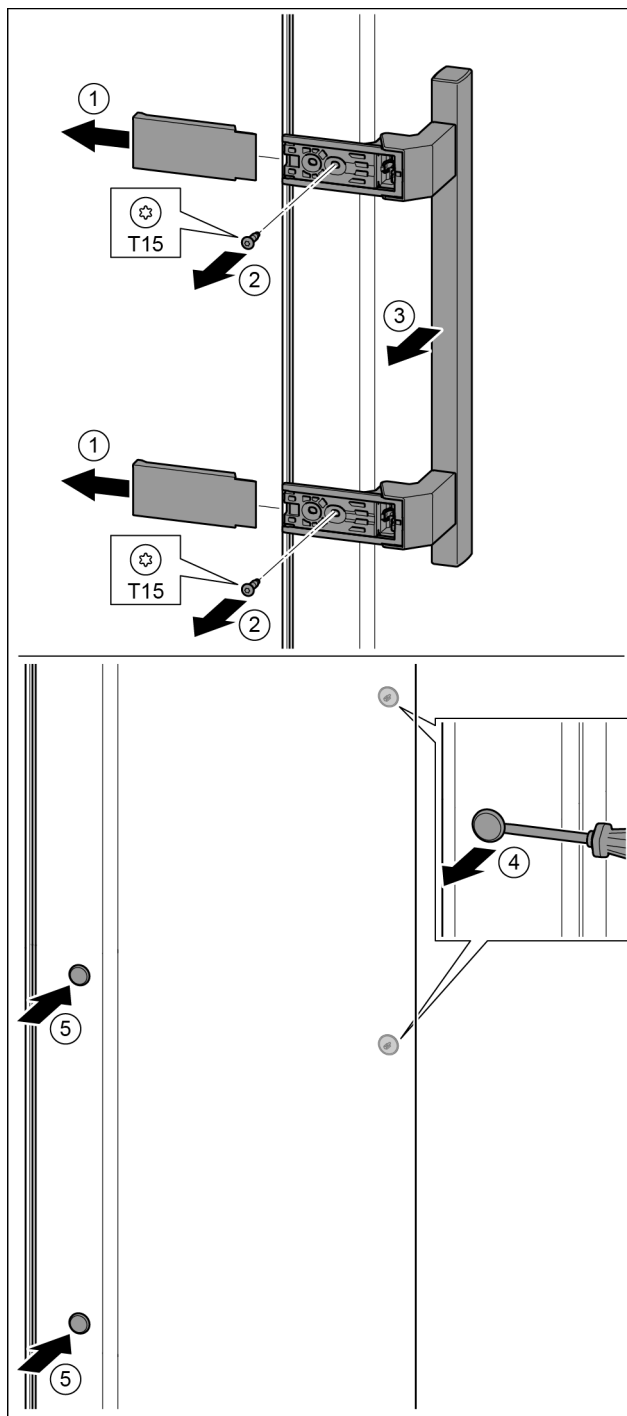

Fig. 18
- Zdjąć osłonę. Fig. 18 (1)
- Śruby wykręcić przy pomocy śrubokręta T15. Fig. 18 (2)
- Zdjąć uchwyt. Fig. 18 (3)
- Boczną zatyczkę ostrożnie podważyć przy pomocy śrubokręta i wyjąć. Fig. 18 (4)
- Zatyczkę założyć ponownie z drugiej strony. Fig. 18 (5)